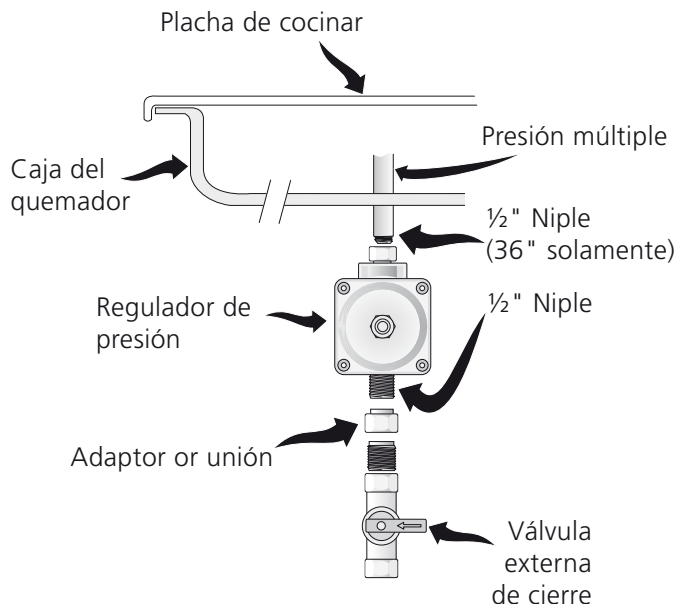

Figura 8
B. Plancha de cocinar 30" y 36" (vea figura 8)